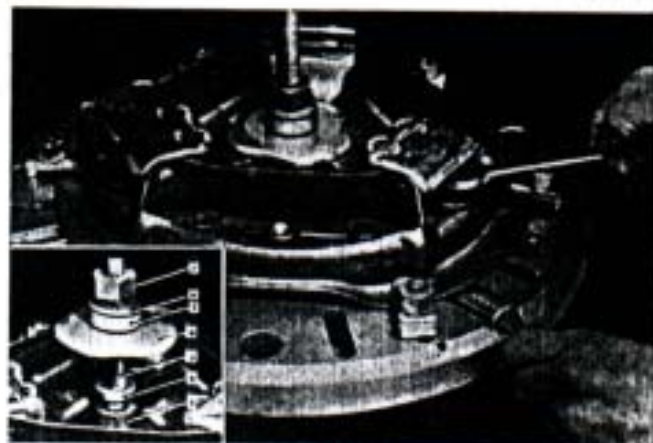

Fig. 36. — Ajustando el embrague "AUBURN" en el plato HS-64.
- 9) Instalar nuevamente el conjunto del embrague sobre el plato de ajuste, sujetándolo con los elementos de fijación del mismo (Fig. 36).